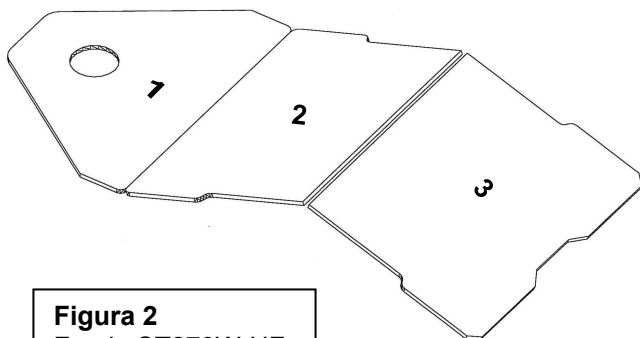

Figura 2
- 1 – Posicionar o fundo respeitando a ordem indicada na figura 2 ou 3 consoante o modelo: